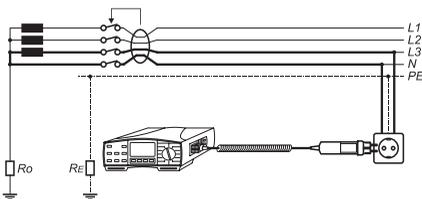

Bild 67: Anschluss der Messleitungen mit COMMANDER 1
- Die Messleitungen mit dem Prüfling gemäß Bild 67 oder 68 verbinden. Falls gewünscht kann mit der Taste 'HILFE' diese Anschlussinformation direkt am Messgerät abgerufen werden, mehrfaches Drücken der Taste 'HILFE' zeigt verschiedene Anschlussmöglichkeiten an.